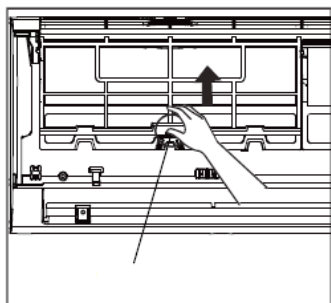
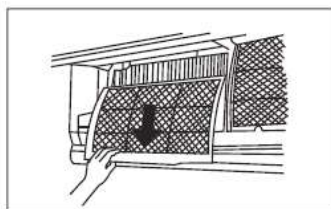

fig. 17 -
fig. 18 -
3. Retirez les filtres en poussant les languettes centrales vers le haut jusqu'à ce qu'elles se libèrent du dispositif de retenue et faites-les glisser vers le bas ("fig. 17 -" et "fig. 18 -").